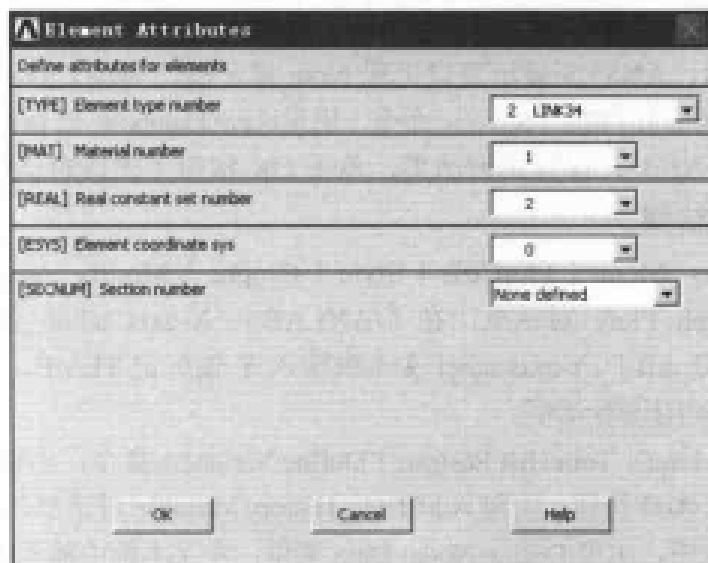

图 10-70 单元属性设置对话框
(1) 选择 Main Menu | Preprocessor | Modeling | Create | Nodes | In Active CS 命令, 出现 Create Nodes in Active Coordinate System 对话框, 在 NODE Node number 文本框中输入 1, 单击 Apply 按钮, 在 NODE Node number 文本框中输入 2, 单击 OK 按钮关闭该对话框。
(2) 选择 Main Menu | Preprocessor | Modeling | Create | Elements | Auto Numbered | Thru Nodes 命令, 出现 Elements from Nodes 菜单, 在文本框中输入 1, 单击 OK 按钮关闭该菜单。
(3) 选择 Main Menu | Preprocessor | Modeling | Create | Elements | Elem Attributes 命令, 出现 Elements Attributes 对话框, 参照图 10-70 对其进行设置, 单击 OK 按钮关闭该对话框。
(4) 选择 Main Menu | Preprocessor | Modeling | Create | Elements | Auto Numbered | Thru Nodes 命令, 出现 Elements from Nodes 菜单, 在文本框中输入 1, 2, 单击 OK 按钮关闭该菜单。
(5) 选择 Utility Menu | File | Save as 命令, 出现 Save Database 对话框, 在 Save Database to 文本框中输入 exercise51.db, 保存上述操作过程, 单击 OK 按钮关闭该对话框。